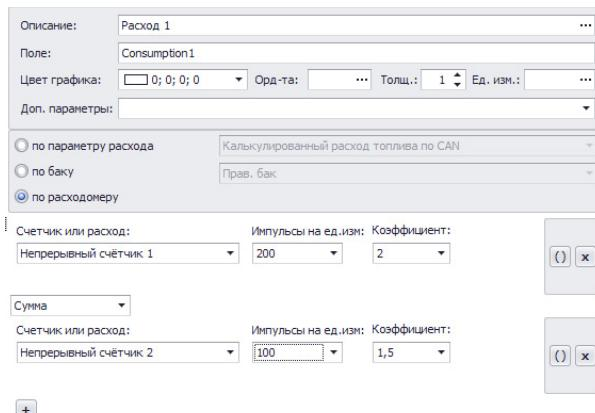

Рис.44. Расчет расхода по показаниям расходомера.
**4. Настройка расчета расхода по показаниям импульсного расходомера – расходомера, выдающего показания в виде импульсов пропорциональных расходу (Рис.44).** Импульсные расходомеры подключаются к цифровым входам контроллера «АвтоГРАФ».